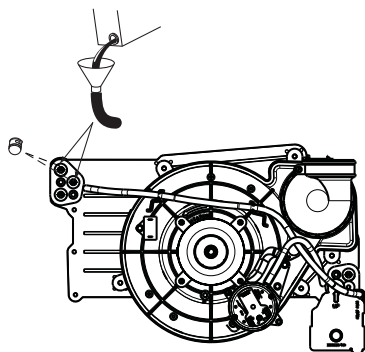

Figure 68 – Amorçage du siphon de condensat
4. Retirez le bouchon supérieur en caoutchouc inutilisé de l'orifice de la boîte collectrice à l'opposé du siphon de condensat. Consultez la figure 68.
9. Retirez le bouchon central en caoutchouc inutilisé de l'orifice sur la boîte collectrice, à l'opposé du siphon de condensat. Consultez la figure 68.